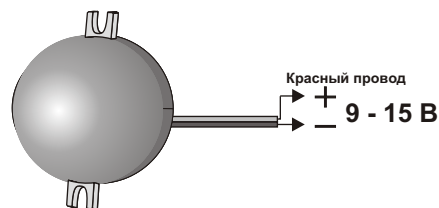

Рис.2 Схема подключения ПКИ - СО1(И).
5.1. Перед установкой необходимо проверить внешний вид оповещателя на отсутствие повреждений и проверить работоспособность следующим образом: подключить источник питания (типа Б5-7) к выводам оповещателя (рис.2), предварительно установив напряжение питания 9-15 В. При этом должны загореться светодиоды оповещателя.
5.2. На рис.2 показана схема подключения ПКИ-СО1(И)